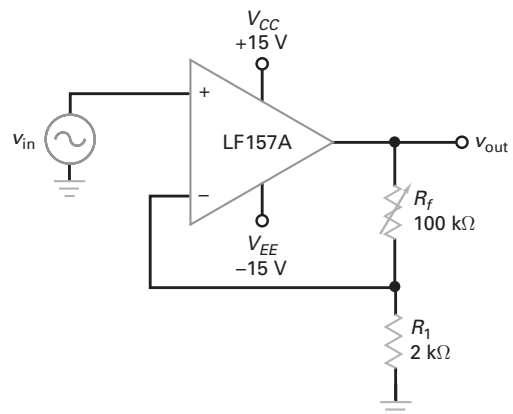

Figura 16-35
- 16-15** Calcule o ganho de tensão em malha fechada mínimo e máximo, bem como a largura de banda na Figura 16-35.